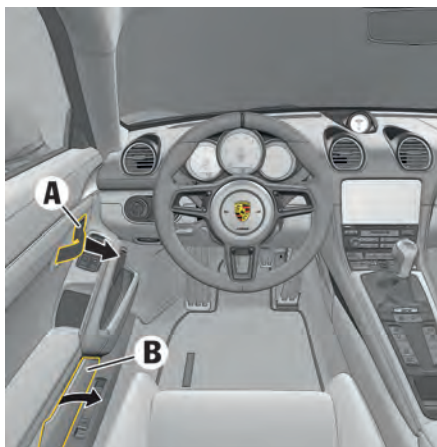

Fig. 186 : Vide-poches de porte
- Ouvrez le couvercle **B** (fig. 186).